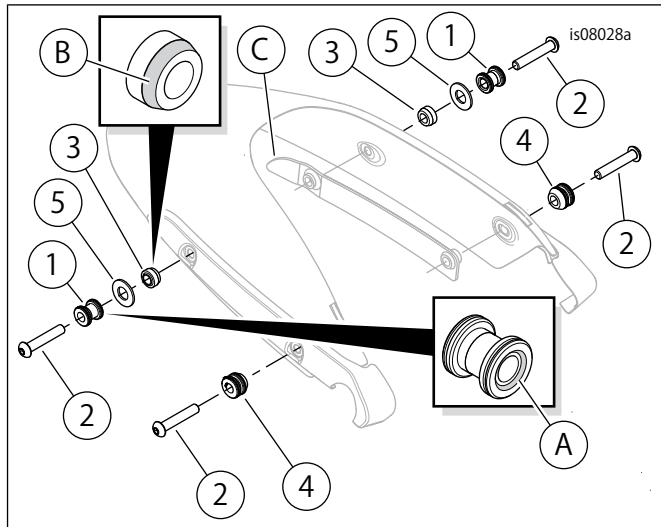

図3. 交換用パーツ、ドッキング金具キット
「図3」および「表1」を参照してください。
- 「図3」を参照してください。後方のフェンダーサポートスクリューを取り外して廃棄します。
- 「図3」を参照してください。両側のリアドッキングポジションから、組み立てたスクリュー(2)、ワイドドッキングポイント(1)およびドッキングポイントスペーサー(3)を取り外してください。
- b. 「図3」を参照してください。両側のリアドッキングポジションから、組み立てたスクリュー(2)、ワイドドッキングポイント(1)およびドッキングポイントスペーサー(3)を取り外してください。